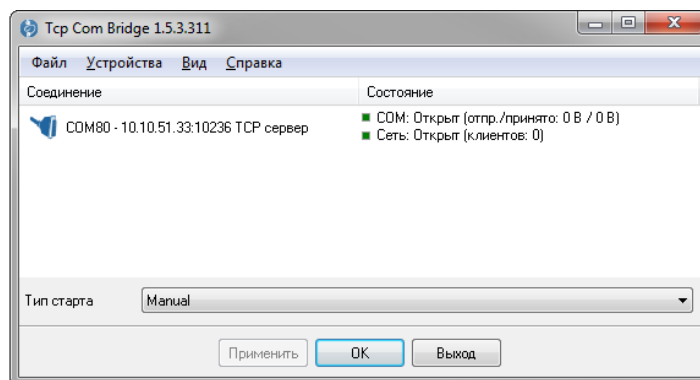

Рисунок 15
21. В окне программы «Tcp Com Bridge» будет создан виртуальный COM-порт (рисунок 15). В пункте «Тип старта» выбрать «Windows registry (all users)».